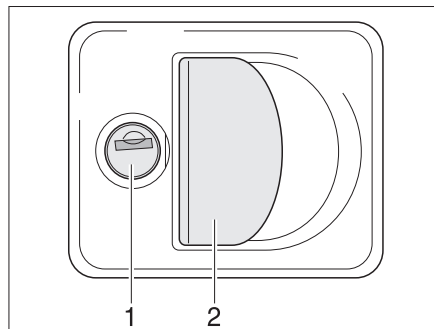

Bild 57 Klappenschloss mit Griffschale
- Schlüssel in Schließzylinder (Bild 57,1) stecken und eine viertel Umdrehung drehen. Das Klappenschloss ist entriegelt.
- Am Schlossgriff (Bild 57,2) ziehen. Die Außenklappe ist geöffnet.